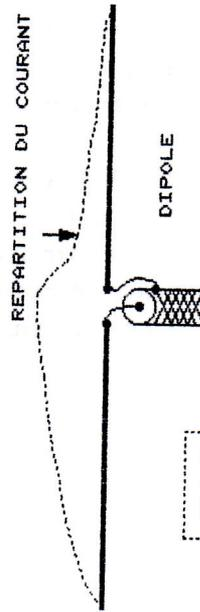

FIG 2
1. Les courants I1 et I4 à la surface des 2 quarts d'onde se répartissent différemment (FIG 2)
1. La répartition du courant du dipôle reste inchangée (FIG 2)